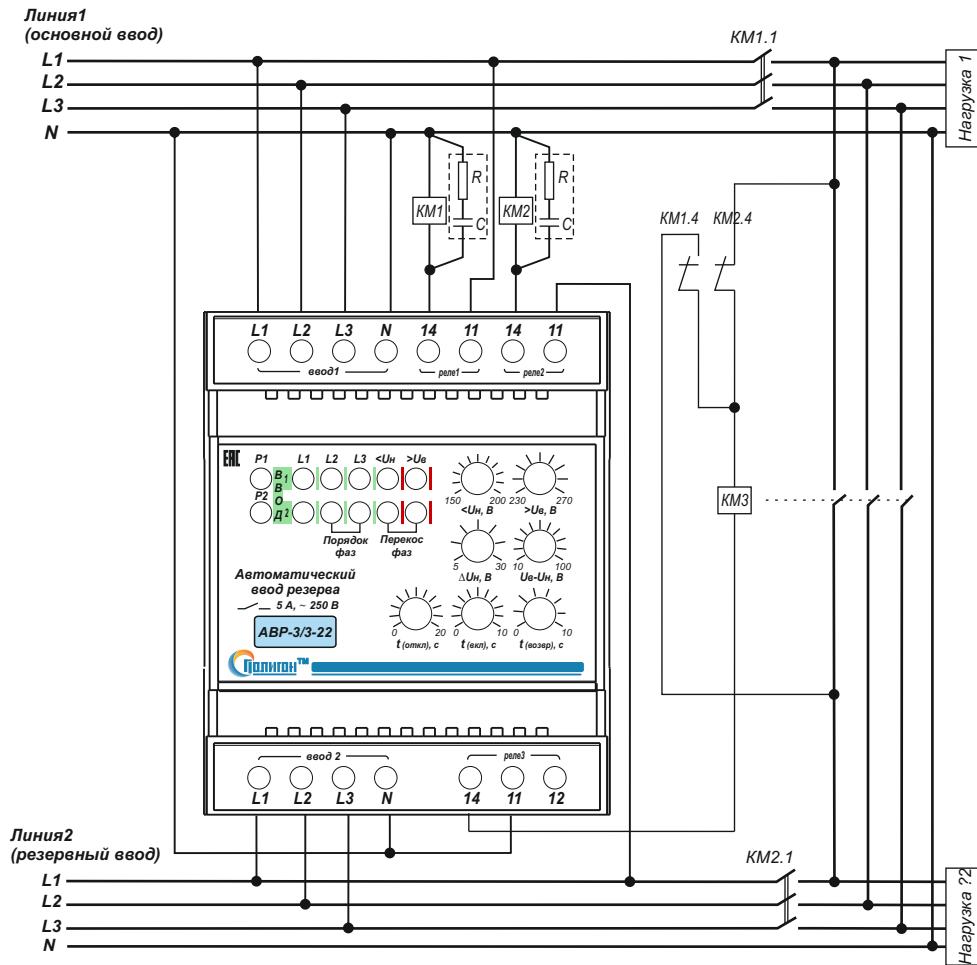

Рис.1. Типовая схема подключения АВР-3/3-22. Рекомендуется включать параллельно катушке пускателя искрогасящую цепочку R – 51 Ом 1Вт, С – 0,1 мкФ 630 В.
4.2. Установить блок в электрощит и произвести подключение контролируемой сети 1-го и 2-го ввода, цепей управления и сигнализации согласно маркировке (Рис.1.): L1, L2, L3 (ВВОД 1) – фазы 1-го силового ввода; L1, L2, L3 (ВВОД 2) – фазы 2-го силового ввода; N – нейтраль (общая для основного и резервного вводов); 11 – переключающий контакт; 14 – нормально разомкнутый контакт (для внутренних реле Р1, Р2 и Р3); 12 – нормально замкнутый контакт (для внутреннего реле Р3). Сечение подключаемых проводов должно быть